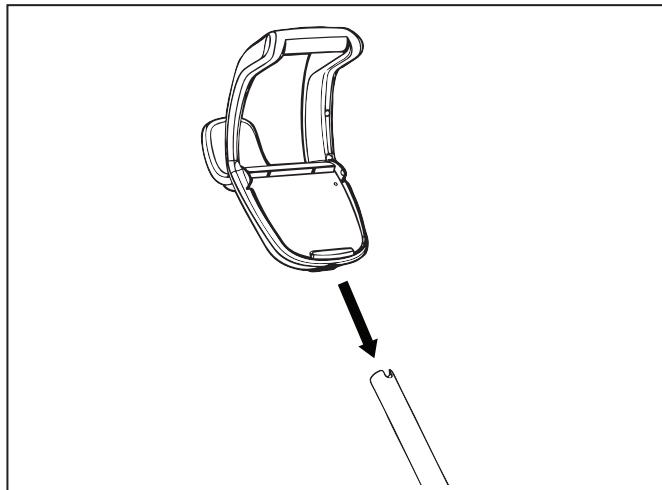

Figure 6. Fixation de la poignée du chariot
7. Glissez la base de l'unité de commande/la fixation de la poignée du chariot vers le bas, le long du tube métallique jusqu'à ce qu'elle s'enclenche. (Voir Figure 6).